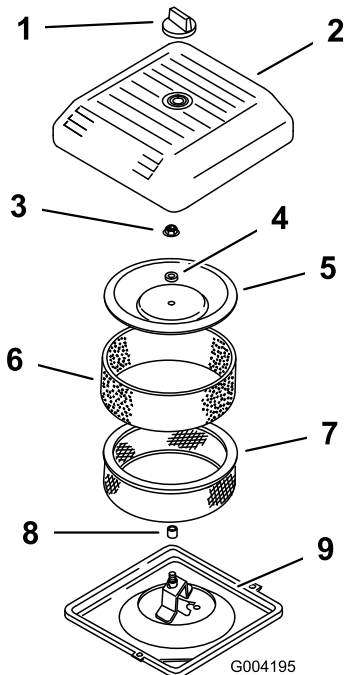

Bild 13
2. Schrauben Sie das Handrad los und entfernen Sie die Luftfilterabdeckung (Bild 13).
3. Schieben Sie den Schaumvorfilter vorsichtig vom Papiereinsatz herunter (Bild 13).
4. Schrauben Sie die Abdeckungsmutter ab und nehmen Sie die Abdeckung und den Papiereinsatz ab (Bild 13).
2. Schieben Sie den Luftfilter auf das Luftfilterunterteil (Bild 13).
3. Setzen Sie die Abdeckung und das Distanzstück auf und befestigen Sie sie mit der Flügelmutter (Bild 13). Ziehen Sie die Schraube mit 10,7 Nm an.
4. Setzen Sie die Luftfilterabdeckung ein und befestigen Sie sie mit dem Handrad (Bild 13).